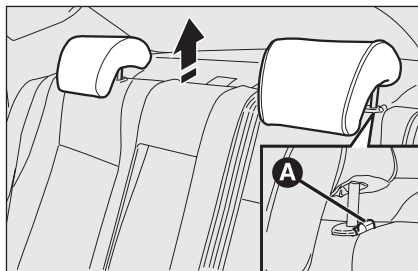

fig. 35
- ☐ pulse las teclas **A-fig. 35** (ubicadas al lado de las dos fijaciones de los reposacabezas) y quítelos hacia arriba.